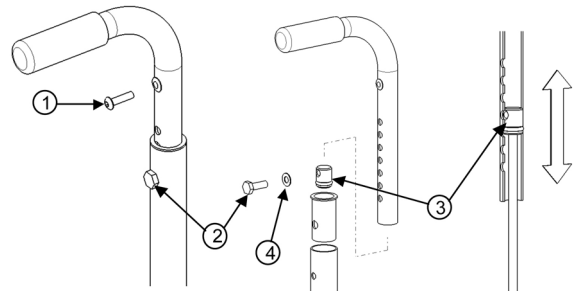

Abb. 12
- Lösen Sie die Schraube (1) (Abb.12), die das Rückenpolster hält.
- Ziehen Sie das Rückenpolster soweit nach unten bis Sie die Schraube (2) sehen, die den Schiebegriff hält.
- Entfernen Sie die Schraube (2) und den Schiebegriff.
- Stellen Sie die gewünschte Rückenlänge mithilfe einer Gewindestange (1/4"-20) ein; bewegen Sie die Dübelmutter (3), die sich im Griff befindet.
- Verwenden Sie nach diesem Schritt Schraube (2), sodass diese die Dübelmutter (3) hält und entfernen Sie die Gewindestange.
- Entfernen Sie Schraube (2) und installieren Sie den Griff auf der Rückenlehne erneut.
- Richten Sie Schraube (2) an der Montagebohrung aus.
- Installieren Sie Schraube (2) und die Beilagscheibe erneut.
- Installieren Sie das Rückenpolster erneut mit Schraube (1) ziehen diese wieder an.